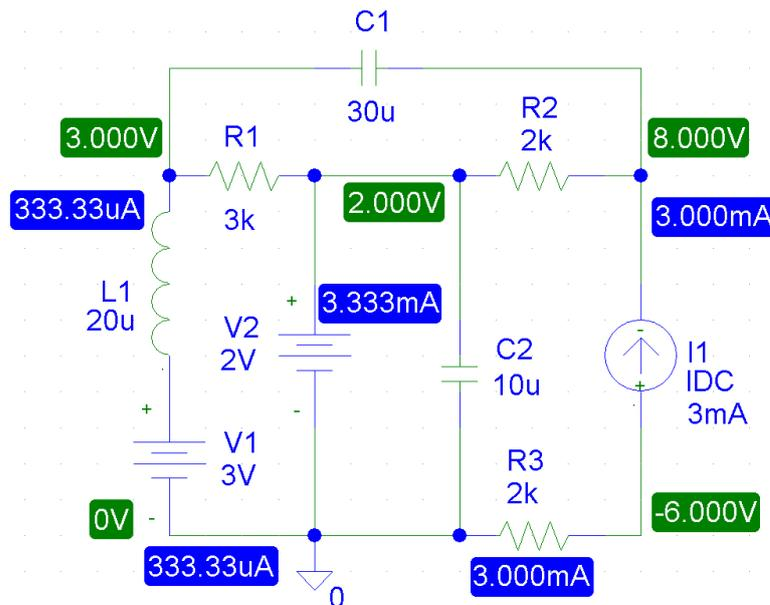

Рисунок 1.4 – Отображение токов и напряжений
1.4.6 Передвинуть с помощью мыши отобразившиеся значения токов и напряжений так, что бы схема имела читаемый вид (рис. 1.4). С помощью скриншота (Screenshot) сохранить схему в заготовку отчета.